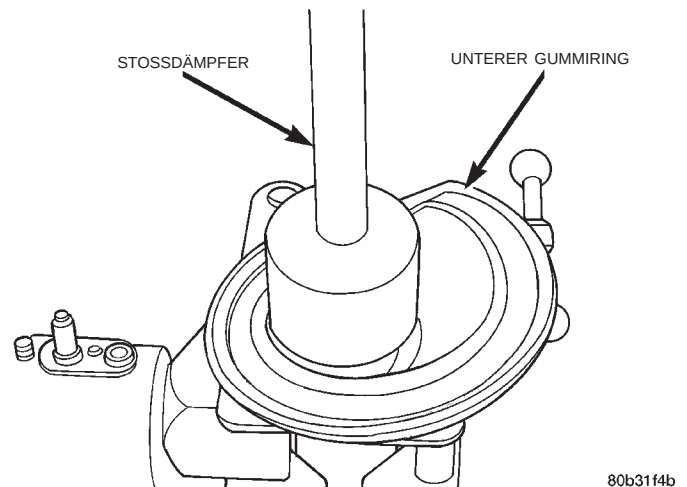

Abb. 41 Unterer Gummiring
(5) Oberen Befestigungsflansch, Gummiring, Schutzmanschette und Anschlagpuffer zusammen vom Federbein abbauen. **Der Anschlagpuffer sollte sich mit der Schutzkappe abnehmen lassen.** Schutzmanschette und oberer Gummiring können bei Bedarf aus dem oberen Befestigungsflansch ausgebaut werden.
(6) Schraubenfeder und Federspanner zusammen vom Federbein abbauen.
(7) Unteren Gummiring vom Stoßdämpfer abbauen (Abb. 41).
(1) Unteren Gummiring am Stoßdämpfer montieren (Abb. 41).